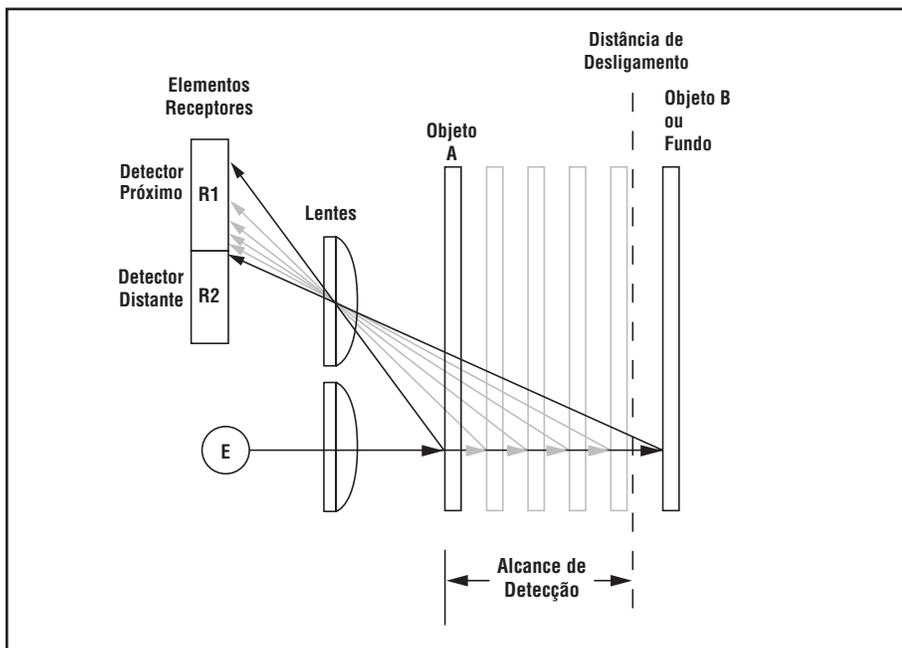

Figura 2. Conceito de detecção de campo
Em operação, o QS18AF compara as reflexões de seu feixe de luz emitido (E) do fundo de um objeto até os dois detectores do sensor (R1 e R2) apontados de maneira diferente (veja Figura 2). Se o sinal de luz do detector mais próximo (R1) for mais forte que o sinal do detector mais distante (R2) (veja objeto A, mais próximo que a distância de desligamento), o sensor responde ao objeto. Se o sinal de luz do detector mais distante (R2) for mais forte que o sinal do detector mais próximo (R1) (veja objeto B, objeto além da distância de desligamento), o sensor ignora o objeto.